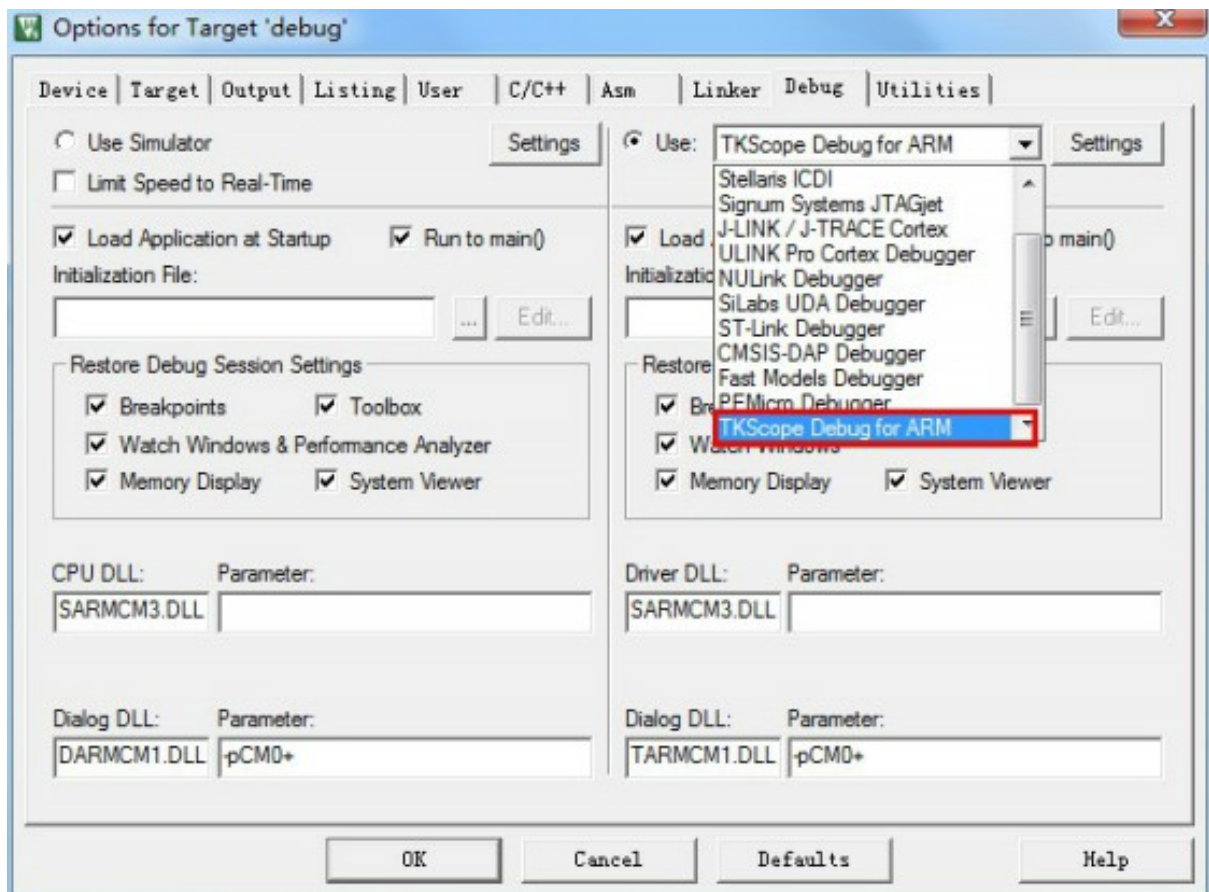

图 71: 选用 TKScope Debug for ARM 进行仿真
(2) 如使用 CK100 或 AK100 仿真器，在下拉框中选择【TKScope Debug for ARM】，如图 71 所示。